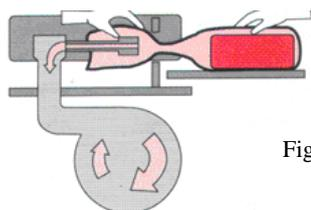

Fig. 3
- Coloque la bolsa que contiene el producto en la bandeja especial de la máquina y pase la parte abierta de la bolsa sobre el tubo de relleno (consulte la Fig. 3).